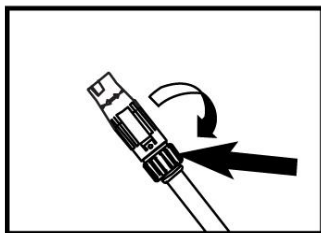

Рис.4
- Отпустите гашетку и убедитесь, что распыление воды полностью прекратилось. Поверните конец распылителя против часовой стрелки (рис. 4). Теперь при нажатии гашетки распылитель будет подавать воды под высоким давлением. Снова завинтите верхнюю часть.